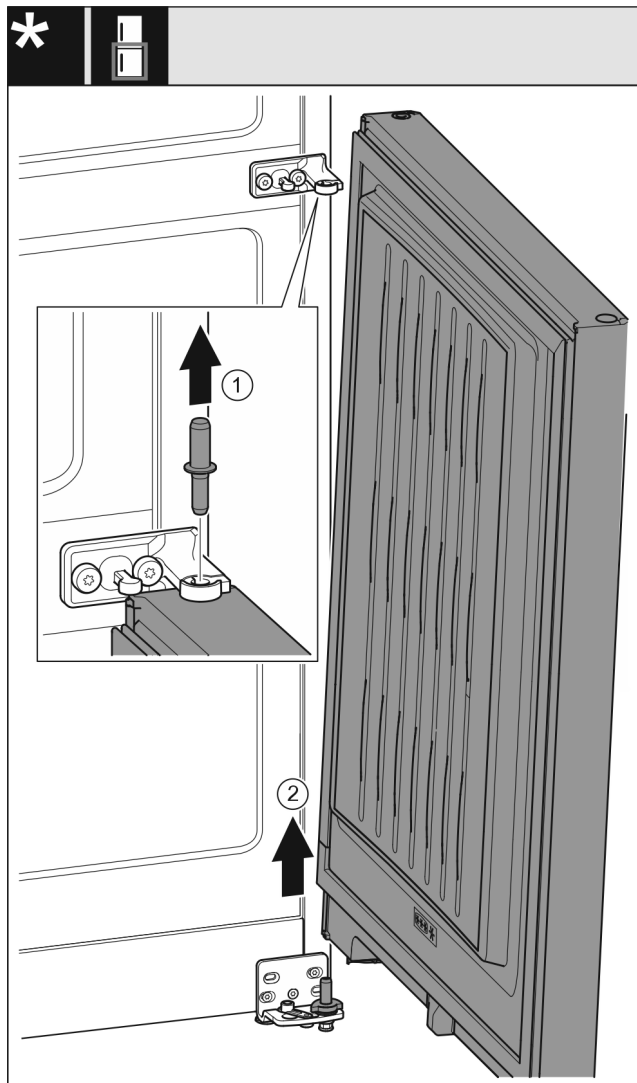

Fig. 10 Bez prigušivača zatvaranja
- ▶ Izvucite svornjak Fig. 10 (1) prema gore.
- ▶ Zakrenite vrata Fig. 10 (2) prema van, povucite ih prema gore i stavite ih na stranu.